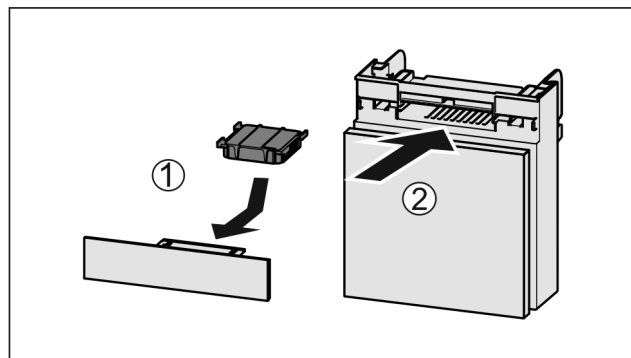

Fig. 124
- ▶ Introduceți Fig. 124 (1) filtrul de cărbune activ după cum se vede în figură.
- ▶ Împingeți Fig. 124 (2) compartimentul în interior.